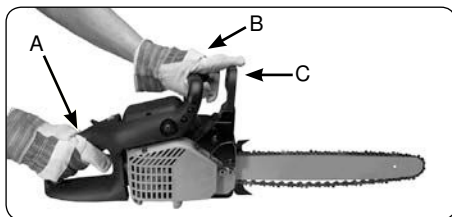

Рис. 11
3. Возьмитесь за заднюю рукоятку (А) правой рукой (Рис. 11).
- 4.левой рукой крепко возьмитесь за переднюю рукоятку (В), а не за рычаг тормоза цепи (С) (Рис. 11).
5. Нажмите на рычаг газа до 1/3 от его хода, после этого сразу же задействуйте рычаг тормоза цепи (С) (Рис. 11).